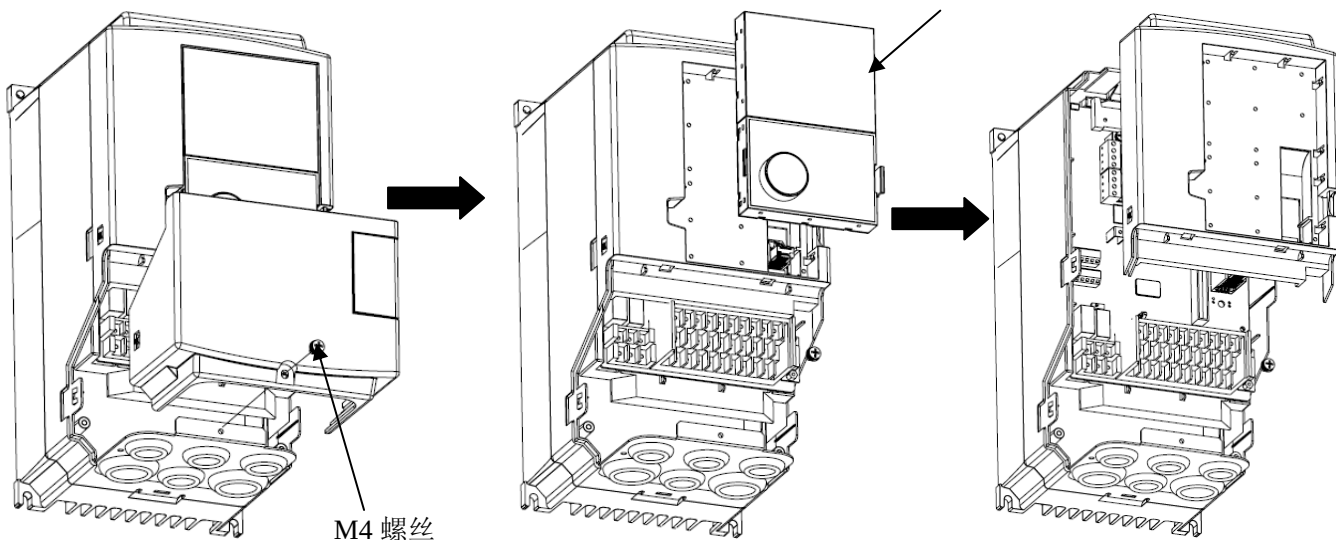

图 1
1. 拧下 M4 螺丝，用手将两边的卡勾向内按住，即可卸下下盖板（图 1）